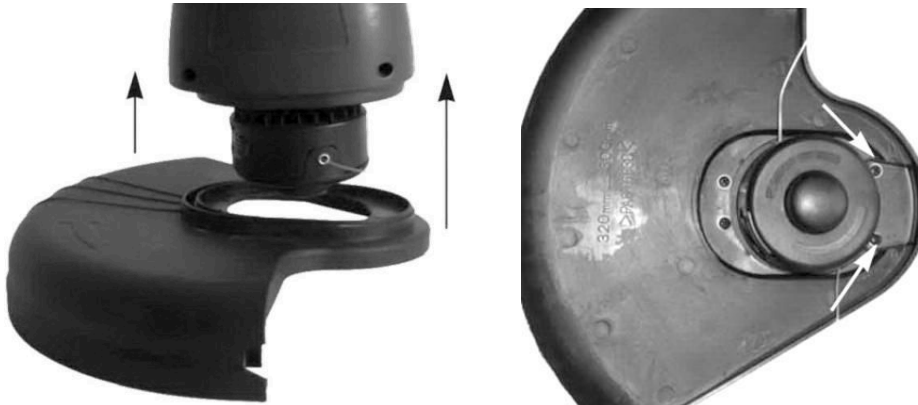

Рис. 3
- Наденьте защитный на корпус редуктора внизу штанги, зафиксируйте его положение двумя винтами (См. Рис.3).